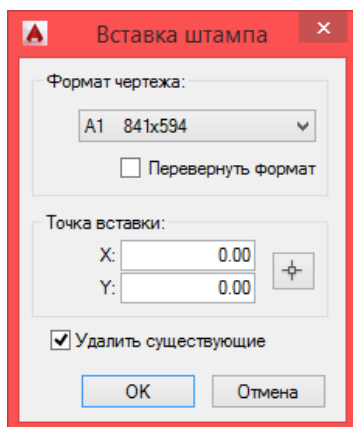

Рис. 5 Диалоговое окно выбора формата чертежа.
4. В диалоговом окне *Формат штампа* (см. рис. 5) выбрать формат из списка возможных значений и нажать *OK*.